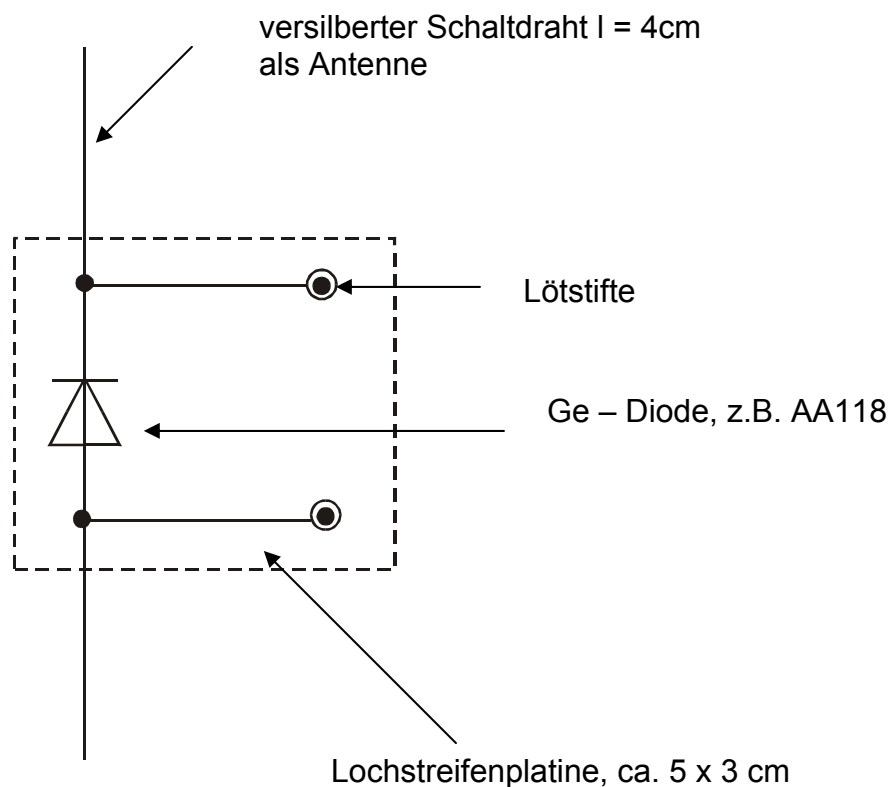

Abbildung 1
1. Brandschutzpapier mit dem Cuttermesser zurechtschneiden und auf die Holzplatte kleben. Mit Bleistift die Positionen für die 28 Nägel auf dem Brandschutzpapier markieren und mit einem Vorstecher vorkörnen. Es werden 4 Reihen mit 7 Nägeln benötigt: Abstand der Nägel 15mm, Abstand der Reihen 30mm. (Abbildung 1)
Die Diode wird zwischen zwei Leiterbahnen einer Lochstreifenplatine gelötet. Mit versilbertem Schaltdraht ($d = 1\text{mm}$) lötet man zwei ca. 4cm lange Drahtstücke auf die Leiterbahnen, die man wie einen Dipol ausrichtet. In das Ende der Leiterbahnen presst man jeweils einen Lötstift. (Abb. 1)